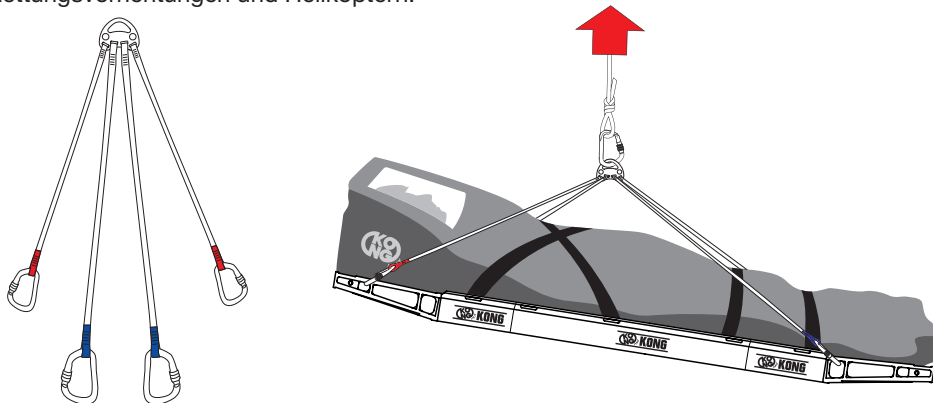

Abb. 2
- b) Trägerseile 871.00 ORION, 871.01 GEMINI und 871.04 EVOLUTION (Abb. 2, 3 und 4),